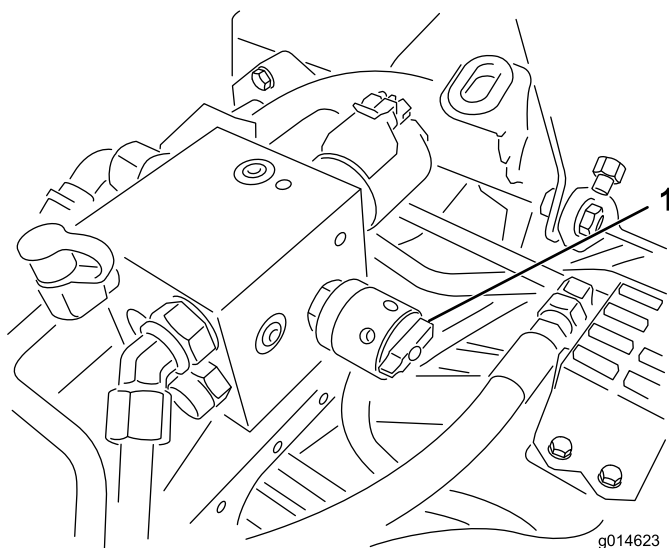

Figura 55
6. Girate il comando di velocità dei cilindri in posizione 1 (Figura 55).